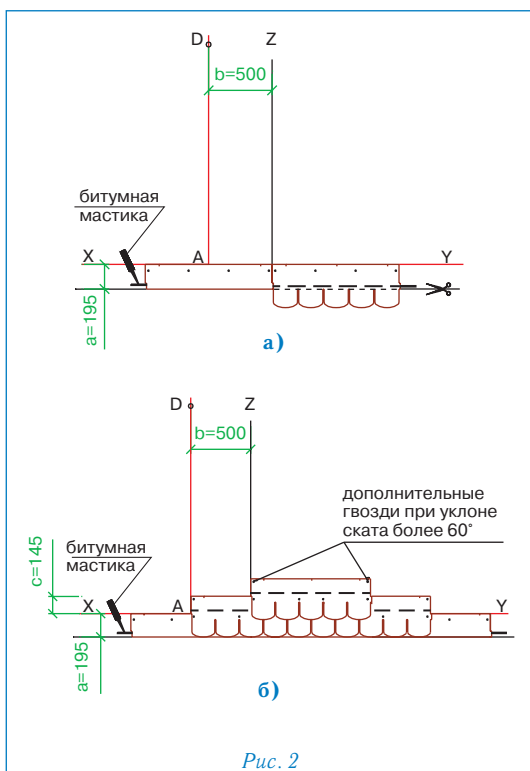

Рис. 2
Укладка материала (рис. 2)
- Начальный ряд формируется из листов черепицы ПРЕСТИЖ ТРАДИШНЛ, обрезанных по линии, образованной конечными точками вырезов. Полученные таким образом полосы шириной 19,5 см укладываются по линии карниза в обе стороны от линии Z (рис. 2а) и фиксируются по нижнему краю битумной мастикой, а по верхней кромке 4 гвоздями (ось гвоздей на 5 см ниже верхнего края полосы);
- далее первый ряд черепицы укладывается от линии AD (рис. 2б);
- второй ряд укладывается от линии Z (со смещением 50 см от AD) (рис. 2б);
Каждый лист черепицы ПРЕСТИЖ ТРАДИШНЛ крепится 4 гвоздями таким образом, чтобы гвоздь прошивал и верхний край нижележащего листа черепицы (рис. 2б).